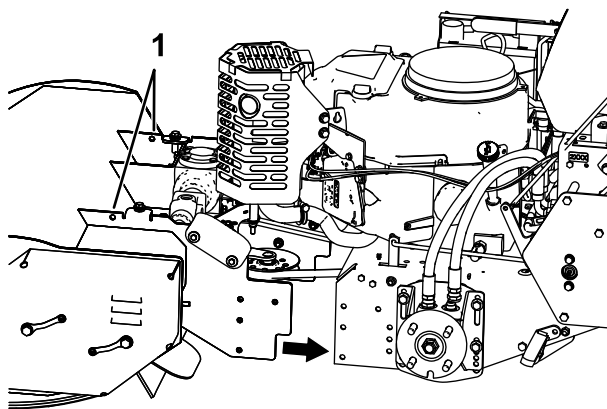

Figura 3
7. Rimuovete il coperchio superiore dell'accessorio a flagelli e l'asta della tiranteria di innesto della PDF prima di sollevare e spostare l'accessorio a flagelli in posizione contro il gruppo motore (Figura 3).